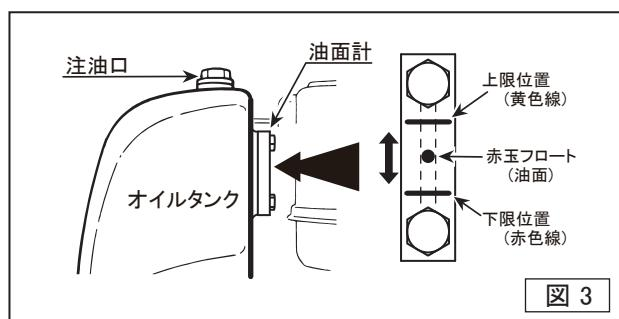

図 3
- オイルタンクの油面計を見て、作動油が規定量(ゲージの中間)入っているか確認してください。出荷時には出光ダフニースーパーハイドロ46ST(22ℓ)が入っています。(図3)